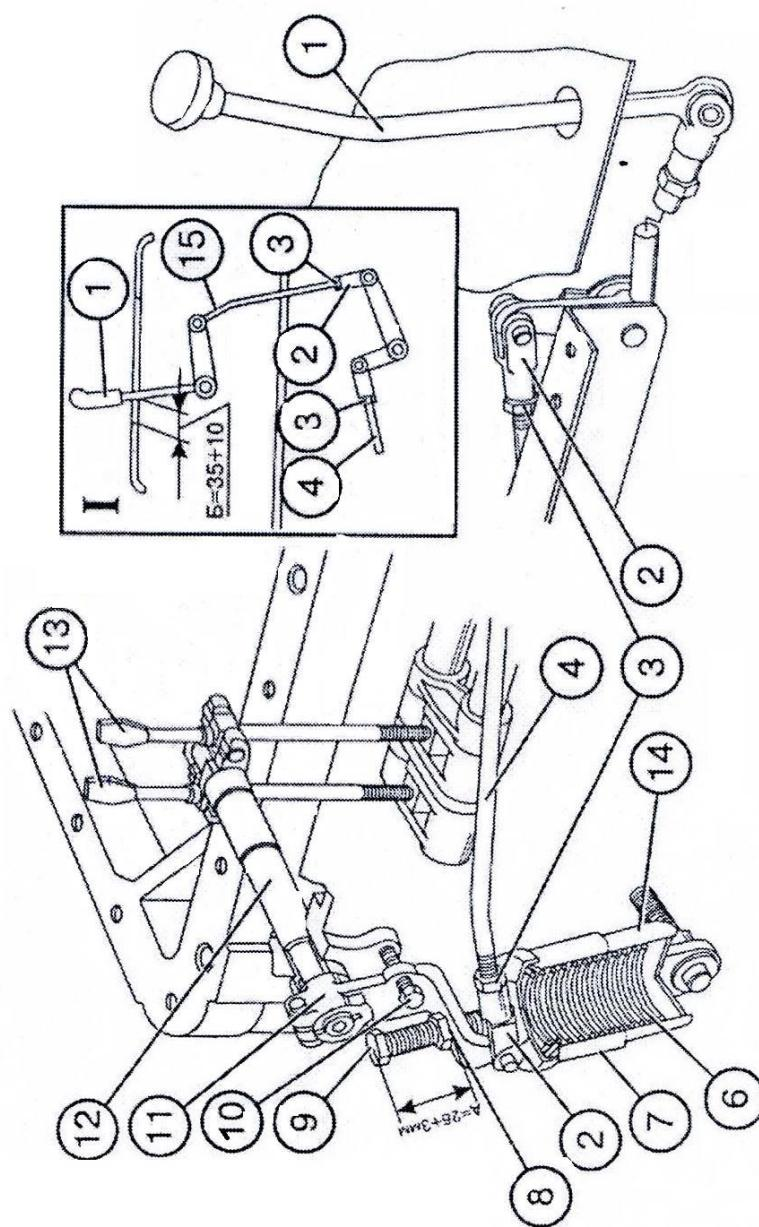
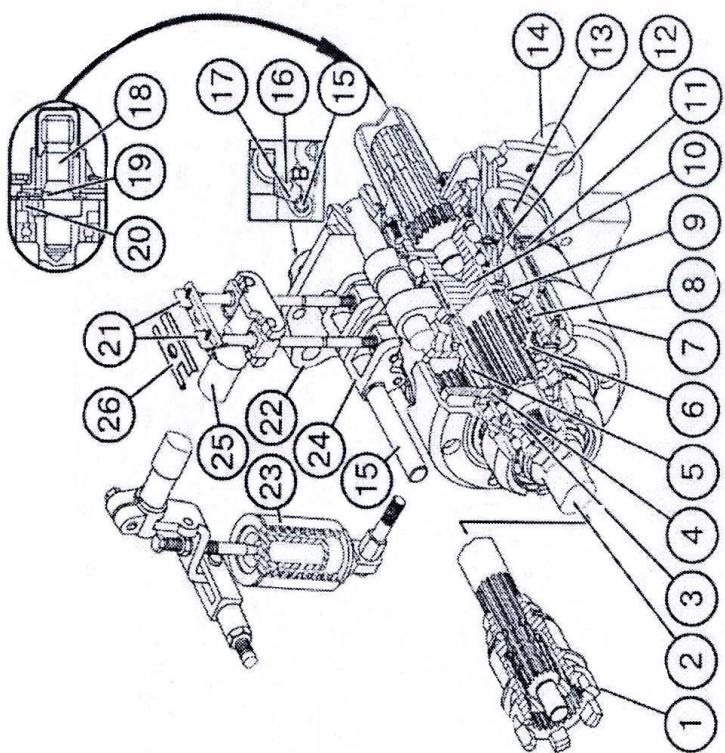

Рис. 55 Управление задним ВОМ:
Рис. 56 Планетарный редуктор заднего ВОМ:
1. Установите эксцентриковую ось 15 (рис. 56) в исходное положение, чтобы лыска "В" находилась справа вертикально и зафиксируйте стопорной пластиной 17 и болтом 16;
2. Отсоедините тягу 4 (рис. 55);
6. Снимите стопорную пластину 26 (рис. 56), заверните винты 21 до отказа усилием 10 кгс на ключе или плоскогубцах длиной 100 мм (моментом 1 кгс·м), а затем отверните каждый винт на 2-2,5 оборота;
7. Удалите болт (стержень) 10 (рис. 55), удерживающий рычаг 11 в исходном для регулировки положении;
10. Установите тягу 4, регулировкой тяг 4 и 15 установите зону качания рычага 1 в средней части прорези пульта управления. После окончания регулировки установите на место стопорную пластину 26, крышку люка заднего моста, законтрите тяги 4 и 15 (рис. 55), а также болт 9. В эксплуатации, если:
1. Установите рычаг 11 (рис. 55) в нейтрали, зафиксируйте в этом положении, введя стержень 10 диаметром 8 мм или болт M10Х60 в отверстие на рычаге 11 и соответствующее ему отверстие на корпусе заднего моста;
2. Выверните болт 16 (рис. 56), снимите пластину 17 со шлицевого хвостовика на оси 15;
5. Выньте из рычага 11 (рис. 55) стопорящий болт или стержень.
После нескольких наружных регулировок эксцентриковая ось 15 (рис. 56) может занять крайнее левое положение (лыска "В" станет вертикально слева), что указывает на израсходование запаса внешней регулировки. В этом случае эксцентриковую ось поворотом против часовой стрелки установите в исходное положение (лыска справа вертикально), после чего выполните регулировочные операции, как описано выше (при сборке на заводе или после ремонта ВОМ). При правильно выполненной регулировке рычаг 1 (рис. 55) в положении "включено" или "выключено" должен не доходить не менее, чем 30 мм до края прорези пульта управления и четко переходить через
На некоторых партиях тракторов возможно отсутствие механизма внешней подрегулировки управления ВОМ (поз. 15, 16, 17 рис. 56).